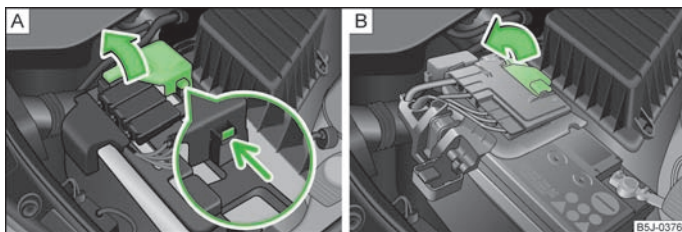

Fig. 123 Bateria do veículo: Levantar a tampa (caixa de velocidades automática) / (caixa de velocidades manual)
- Desbloqueie o engate no lado do borne positivo da bateria » Fig. 123 - A.
- Levante a tampa na direcção da seta » Fig. 123 - A (caixa de velocidades automática) ou » Fig. 123 - B (caixa de velocidades manual).